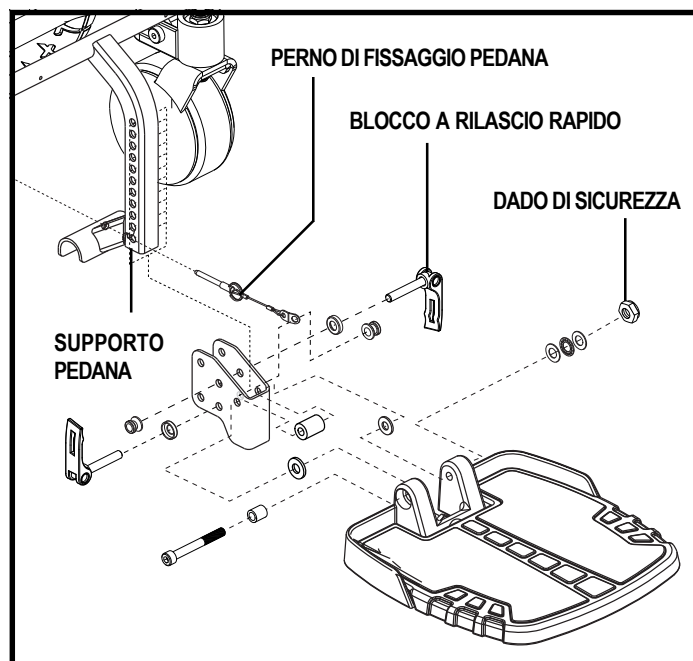
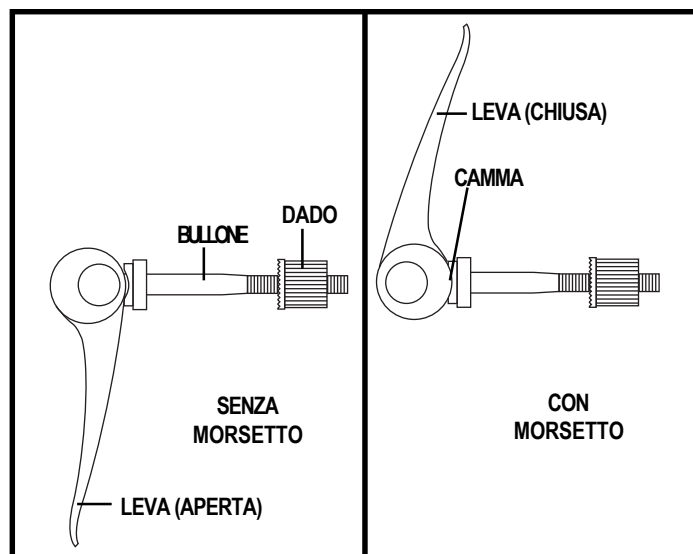

Figura 15. Regolazione pedana
Figura 16. Funzionamento della chiusura di sblocco rapido
1. Rimuovere i blocchi a rilascio rapido dal supporto del pianale poggiapiedi. Vedere figura 15.
Chiusure di sblocco rapido: Il pianale poggiapiedi è attaccato alla base di alimentazione con due blocchi a rilascio rapido. Vedere figura 15. Ciascun blocco a rilascio rapido è costituito da un bullone, una leva e un dado. Vedere figura 16. La leva è dotata di una camma che consente di bloccare in posizione. La chiusura di sblocco rapido ha due stati: bloccato e sbloccato. Quando la leva è aperta, la chiusura di sblocco rapido è sbloccata. Quando la leva è chiusa, la chiusura di sblocco rapido è bloccata.